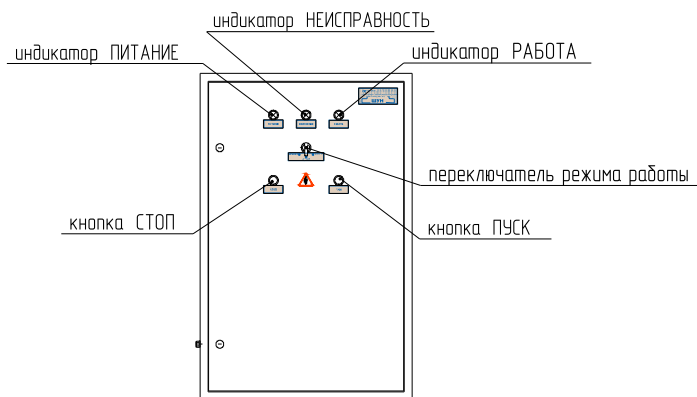

Рисунок 2 – Внешний вид ШУН
4.2 На лицевой стороне ШУ расположены индикаторы и органы управления (см. рисунок 2). В корпусе предусмотрены кабельные сальниковые вводы для подключения шкафа.